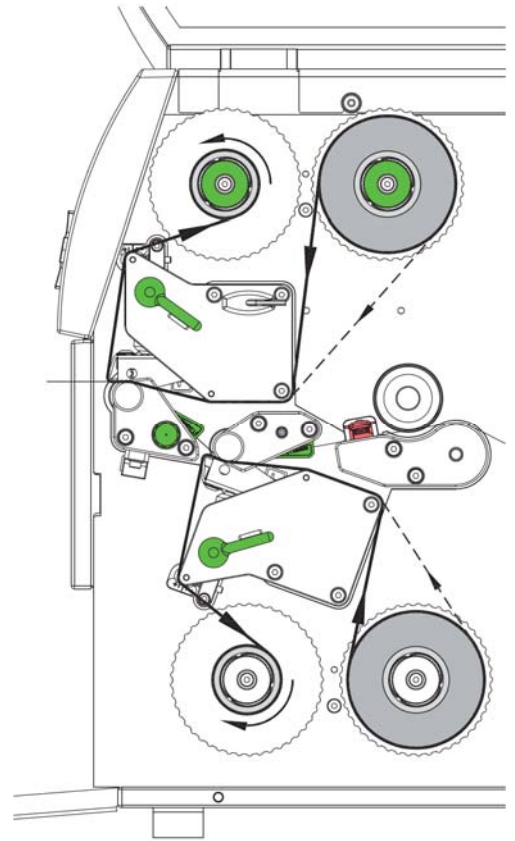

图 12 碳带安装路径
7. 依图12的安装路径安装碳带，虚线为外碳安装路径，实线为内碳安装路径；